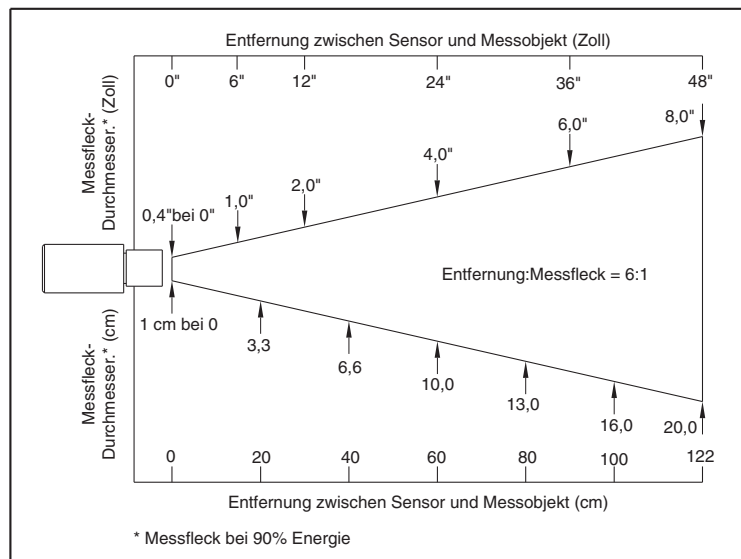

Abbildung 3-3. Optik und Messfleck
- Das Messobjekt ist größer als der Messfleck des Sensorkopfs (Abb. 3-3).